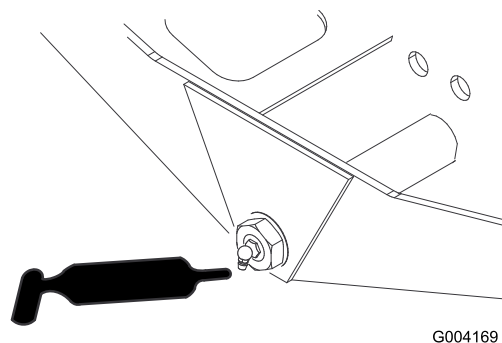

Figura 35
- Articulação da direcção do eixo (1) (Figura 35)